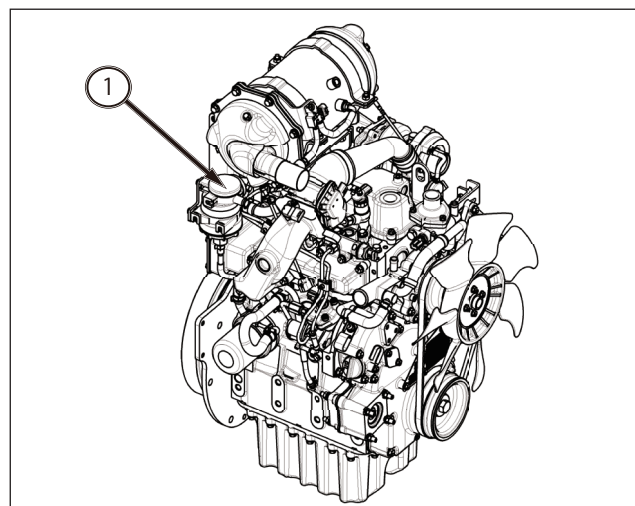

FIG. 126
FIG. 126 et 127 : le reniflard de carter (1) se trouve au niveau de la partie supérieure du moteur.
1. Desserrez le carter (2), et retirez l'élément (3).
2. Installez le nouvel élément de filtre (4).